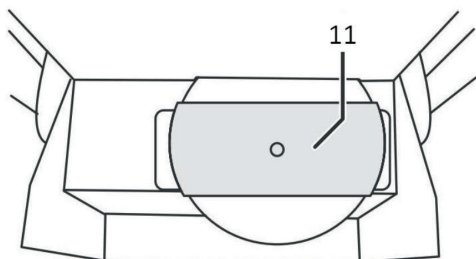

Рис. 7
Снимите защитный кожух (11) (рис. 7).